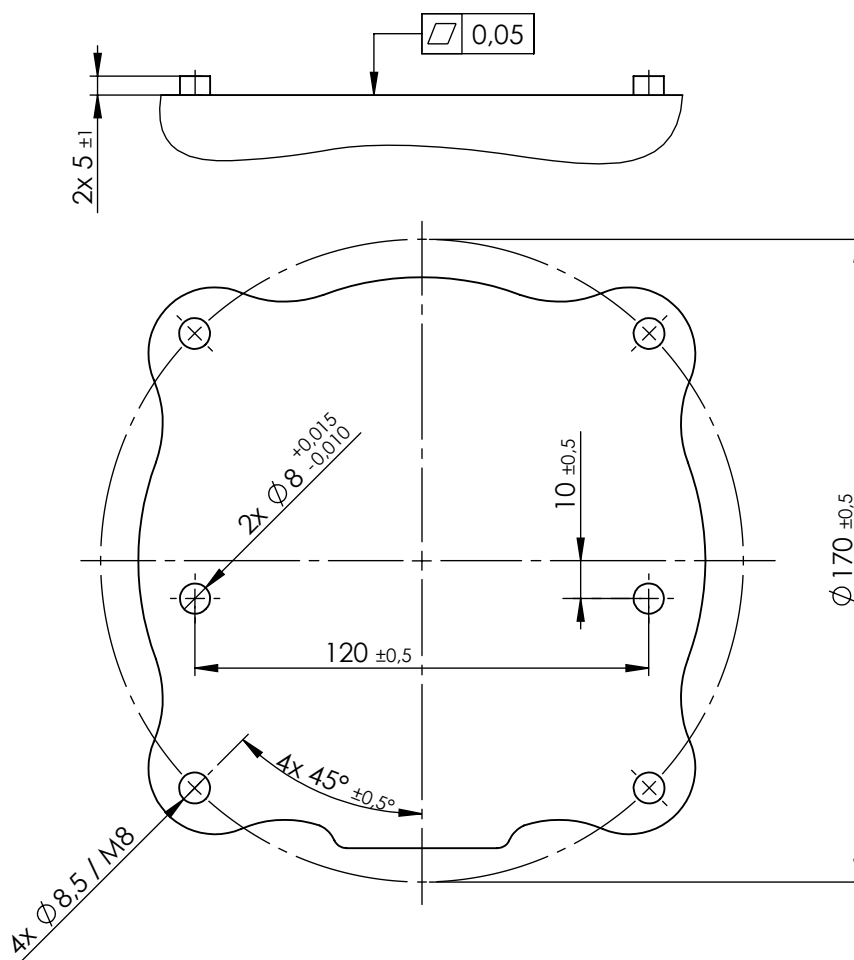

Figura 4.1: Fori di montaggio del robot. Utilizzare quattro bulloni M8. Tutte le misure sono in mm.
**Braccio robot** Il braccio robot è montato con quattro bulloni M8, usando i quattro fori da 8.5 mm sulla base. Stringere i bulloni con una coppia di 20 N m. Per riposizionare il braccio robot in maniera precisa, sono disponibili due fori da Ø8 da utilizzare con una pin. Inoltre, è possibile acquistare come accessorio una base omologa di precisione. La figura 4.1 indica dove eseguire i fori e montare le viti.